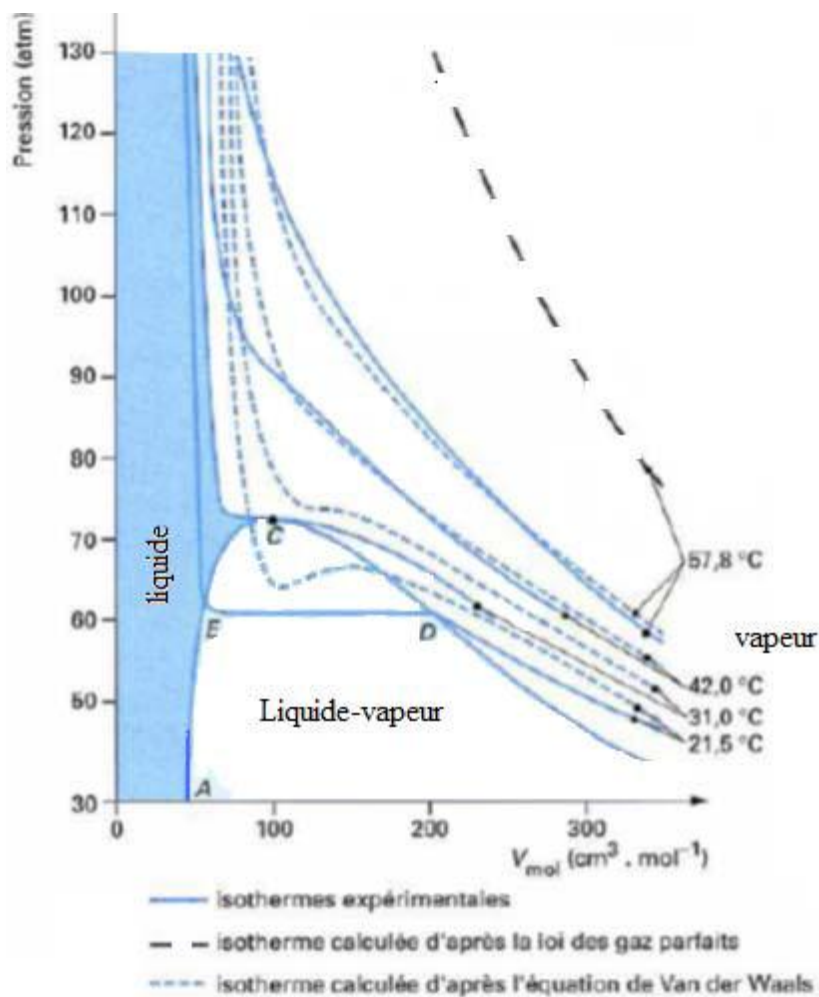

Figure 4.8 : Isothermes de Van Der waals sur diagramme de Clapeyron
La représentation des isothermes de Van Der Waals sur le diagramme de Clapeyron (P, ν), nous permet de constater les faits suivants (Fig. 4.8):
- ✓ En dessous de cette température ($T < T_c$), les isothermes présentent une zone d'instabilité mécanique qui traduit l'existence de deux phases fluide (liquide et vapeur). Mais expérimentalement, on observe des paliers à pression constantes (segment [ED] sur Fig.4.8) dits paliers de liquéfaction (ces cas seront traités ultérieurement dans le chapitre sur les changements de phases)